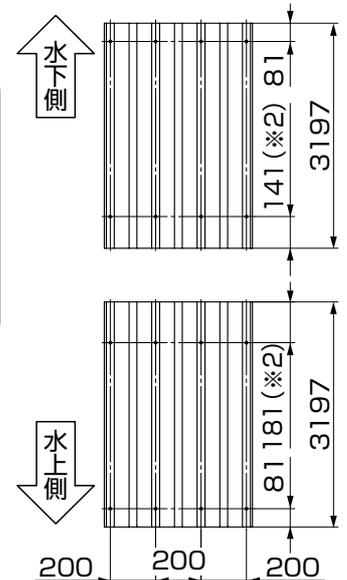

図16-10
- ① 折板屋根材の両端部に4ヶ所、φ12の孔(※1)をあけてください。(図16-10参照)
- 折板屋根材の現場孔加工位置(※2)が異なります。ご確認ください。(図16-10参照)
- ⑤ 横樋梁用・折板屋根材の重ね合わせ部の中央に等間隔で2ヶ所、φ8の(※3)下孔をあけてください。(図16-10参照)